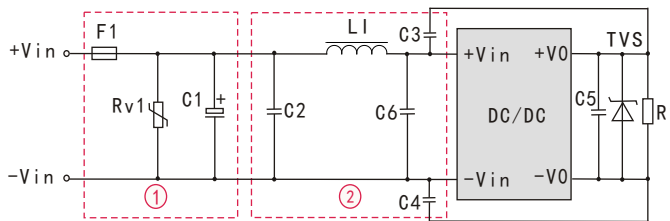
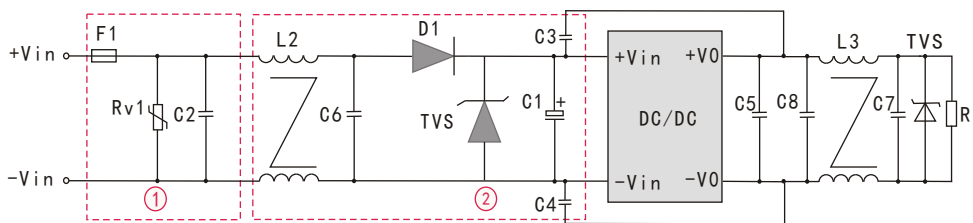

图2
图3
注：1、图2中和图3第①部分用于EMS测试；第②部分用于EMI滤波，可依据需求选择；